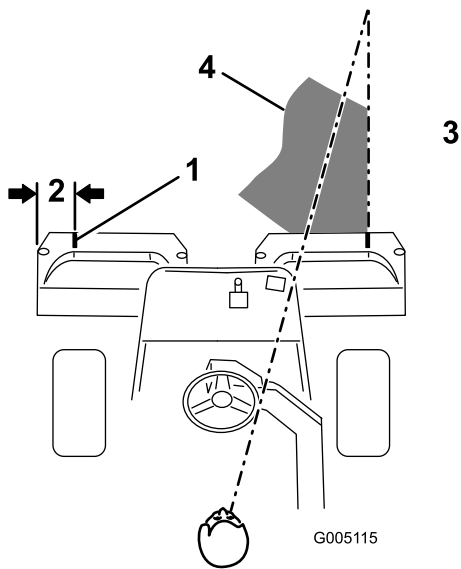
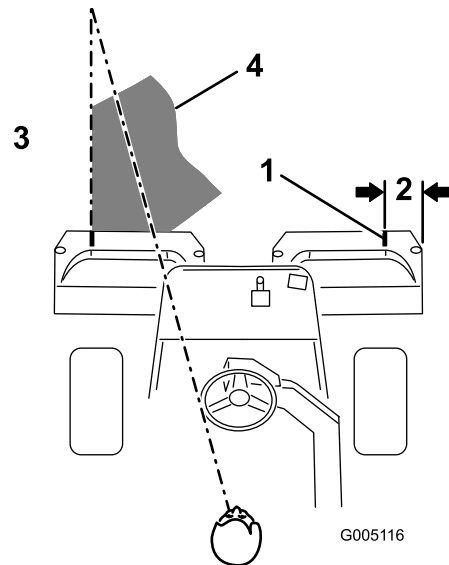

図 29
図 30
2. その位置に白色テープか白ペンキで集草箱の縁と平行に目印を入れる **図 29**。
3. 行きと帰りでのオーバーラップができるだけ小さくなるように運転します。グリーン内をぶれずにきれいに直進し、刈り込みの済んだ列との距離を一定に保って走るためには、車体前方 1.8 から 3 m のところに視線を置いて、刈り込み済みの済んでいる列にラインを合わせるようにするのがコツです(図 29および図 30)。ハンドルを目印にして距離を合わせても良いでしょう。その場合、ハンドルの縁と本機前方の目標ラインとを重ねて見ながら運転します(図 29と図 30)。